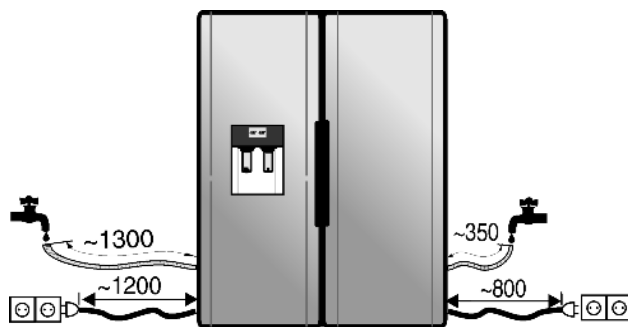

Fig. 16
- Запорный кран должен находиться за пределами задней стороны устройства и быть легко доступным, чтобы можно было максимально глубоко задвинуть устройство и при необходимости быстро закрутить кран. Выдерживайте расстояния *Fig. 16*.